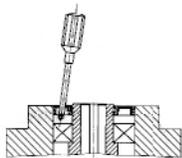

图26
6.2.3.1 如图 26 所示,利用工具将油封从减速机中拆出。注意!在拆油封过程中,工具不能插得偏向或太深,以免对轴径、轴承及箱体产生损坏。将箱体上或法兰上装油封处、油封内外缘均匀地涂上润滑脂。